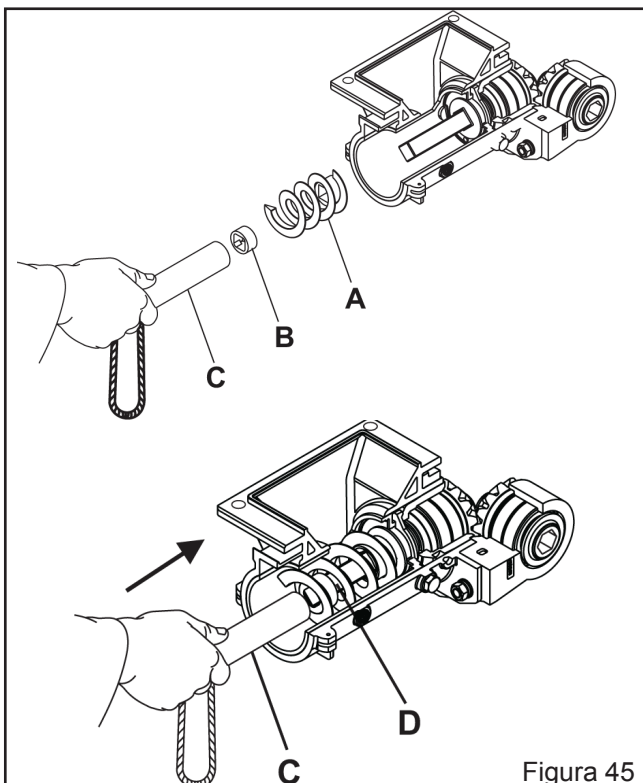

Figura 45
- Após a limpeza ou substituição, coloque a rosca sem fim "A", juntamente com o anel trava "B", através do tubo fixador "C", observando que a rosca sem fim e o anel trava fique bem posicionados na base do eixo acionador "D" (Figura 45).